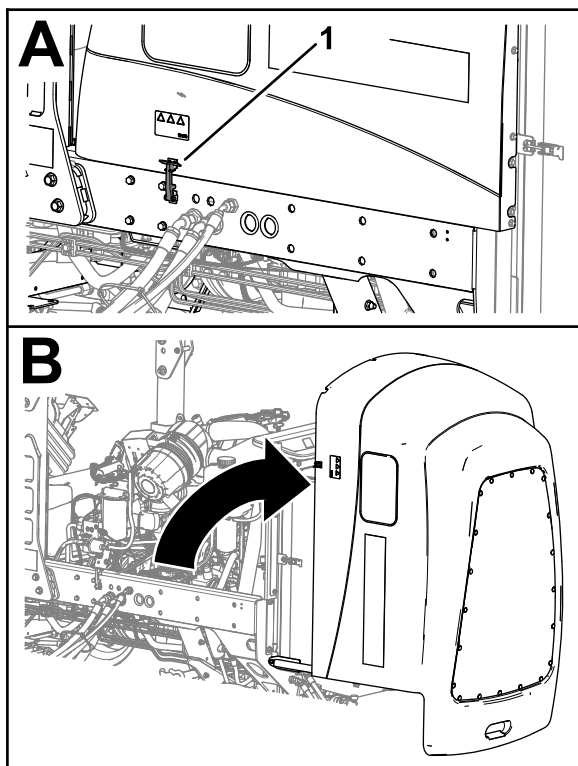

Figura 58
1. Solte os dois trincos do capot (Figura 58).